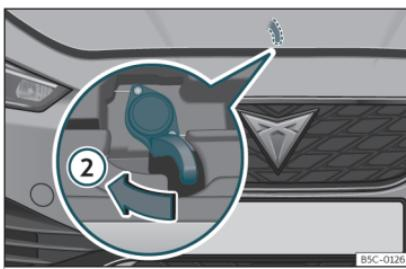

Fig. 213 Palanca bajo el capó.
- Para levantar el capó haga presión hacia la izquierda con la palma de la mano hacia abajo en la palanca situada debajo del capó, en el centro » fig. 213 ②. Los ganchos de sujeción quedan desbloqueados.